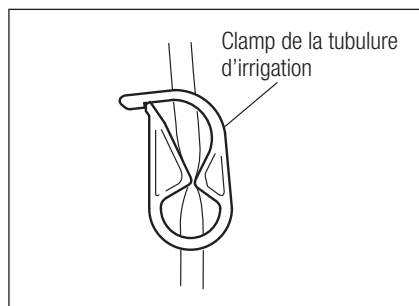

Fig.12
- 1) Sur la tubulure d'irrigation, fermez le clamp situé entre l'aiguille et l'entrée de la pompe d'irrigation de la manière indiquée sur la Fig. 12.